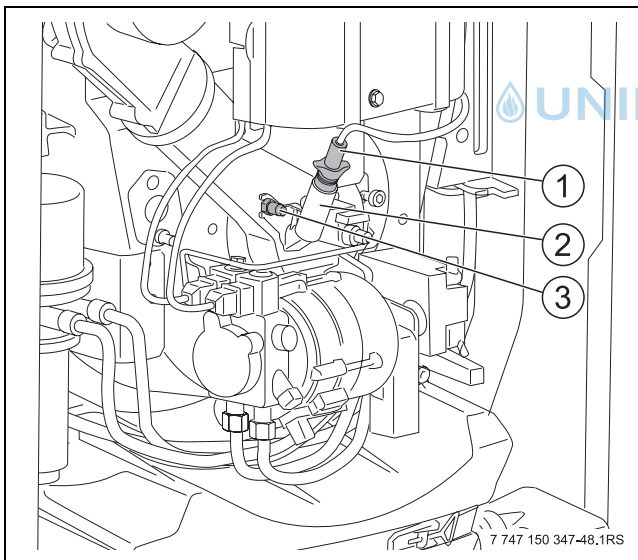

Bild 67 Flammenfühler demontieren
- Messnippel für statischen Gebläsedruck (→ Bild 67, Seite 67, [3]) abschrauben.